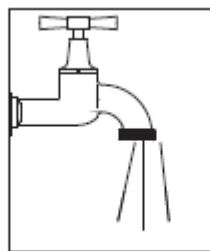

Bild 2
- Rohrleitung spülen (Bild 2).